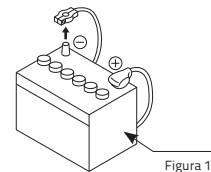

Figura 1
3. Assicurarsi che il terminale "-" della batteria sia scollegato prima di iniziare. Questo per evitare cortocircuiti durante l'installazione. (Figura 1)
3. Antes de empezar, asegúrese que el borne negativo "-" de la batería este desconectado. Esto es para evitar cortocircuitos durante la instalación. (Figura 1)
3. Certifique-se de que o terminal da bateria “-” está desligado antes de arrancar. Isto é para evitar curto-circuitos durante a instalação. (Figura 1)